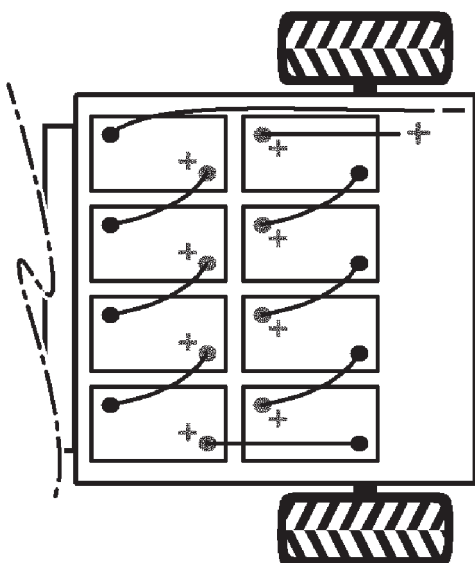

図32
2. バッテリーと車体を接続している長いマイナスケーブル（黒）をバッテリー端子から外す（図32）。
3. バッテリーと車体を接続している長いプラス・ケーブル（赤）をバッテリー端子から外す（図32）
注: バッテリーを新しく積み込む場合には、極性に十分注意してください（図32）。
9. バッテリー・ケーブルで、各バッテリーを相互に接続する（図32）。
10. プラスのメイン・ケーブル（赤）を接続する（図32）。
11. マイナスのメイン・ケーブル（黒）を接続する（図32）。